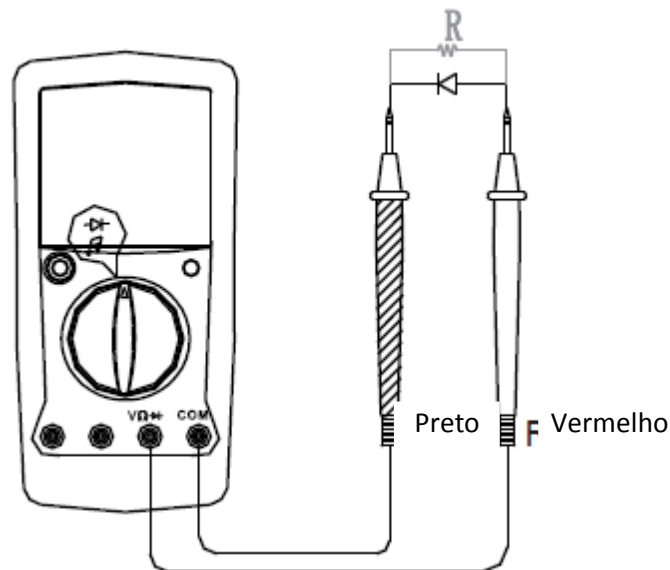

Figura 6
D. Medição de Díodos e Continuidade (ver figura 6)